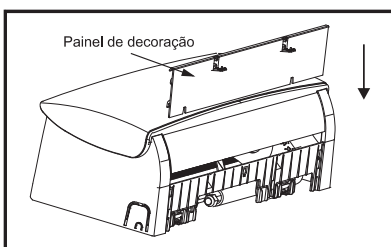

Fig. 20
- 8) Instale o painel de decoração para a unidade interna, como mostrado na Fig. 20, em seguida, instale o parafuso, e feche a tampa de parafuso.